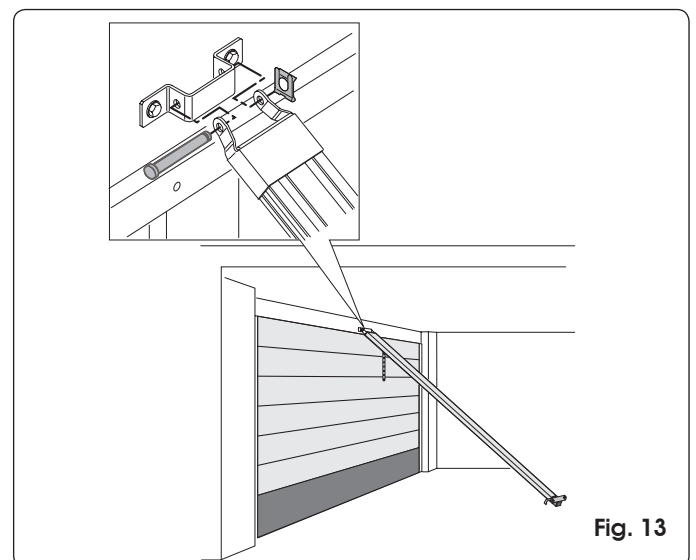

Fig. 13
- 7) Soulever le rail de la patte d'attache antérieure et assembler cette dernière à la patte de fixation au moyen de l'axe spécifique et de la broche (Fig. 13).